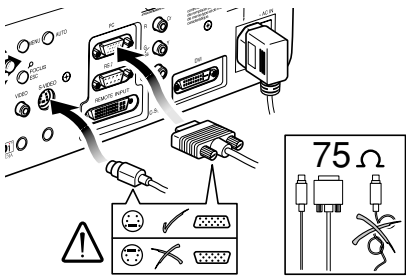

Fig. 16
- À exclusão dos conectores coaxiais de tipo RCA, verifiquem sempre o lado correto de inserção dos conectores nas respetivas tomadas para evitar deformações dos pézinhos (Fig. 16).